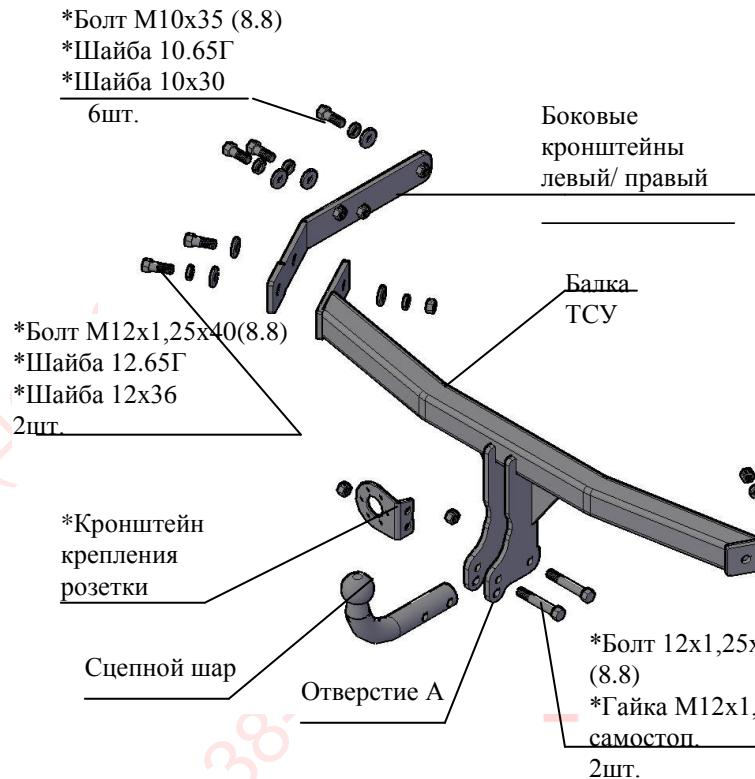

Рис.1 Тягово-сцепное устройство 8122
2.1 ТСУ 8122 в сборе (рис.1)
2.2 Пакет с комплектующими (см. рис.1)
- Установить боковые съемные кронштейны в лонжероны (к внешним боковым полкам лонжеронов, правый и левый соответственно рис.1), закрепить болтами M10x.35. Под головки болтов подложить шайбы 10.65Г и шайбы 10x30.